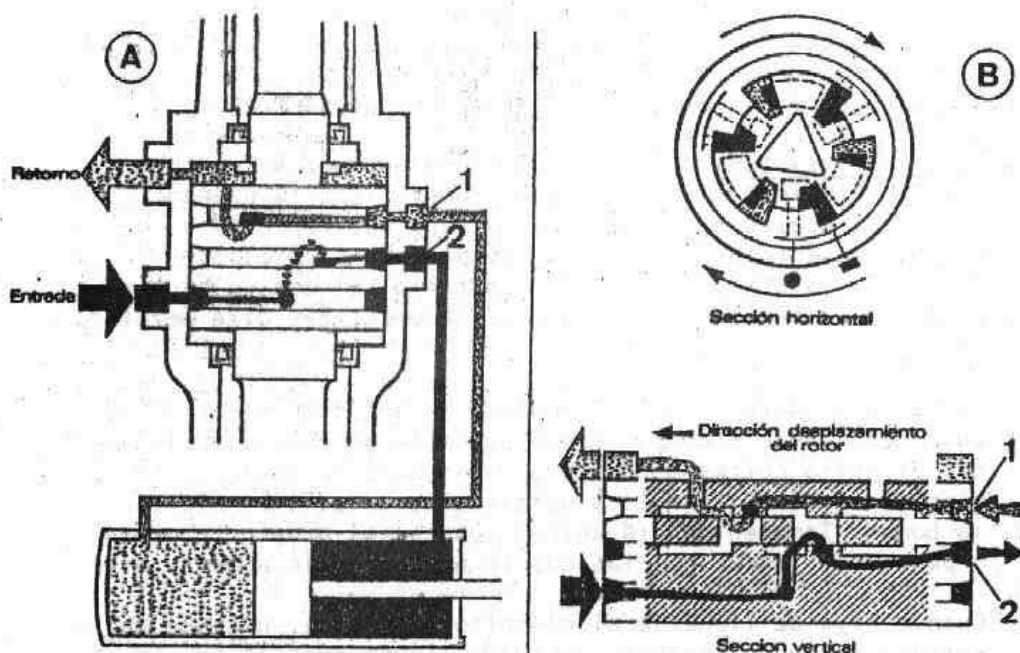

Fig. G2-8 Posición de giro a la derecha
- 2.4. En posición de giro a la derecha (Fig. G2-8), la presión se canaliza - hacia el conducto (2) correspondiente a la cara de empuje del émbolo para el giro a la derecha.